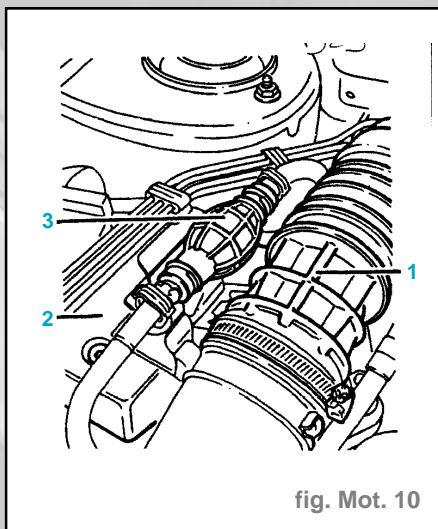

fig. Mot. 10
- Déposer : (fig. Mot. 10)
- le tuyau d'air (1),
- la masse antivibratoire (2).
- Écarter la pompe d'amorçage (3).